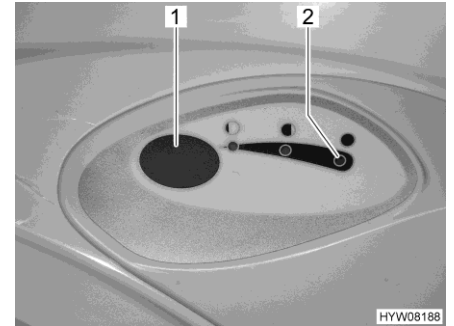

Fig. 300 Pulsante dello sciacquone/
- Per sciacquare premere il pulsante blu (Fig. 300,1).
La spia di controllo (Fig. 300,2) si accende quando il serbatoio fecale deve essere svuotato.